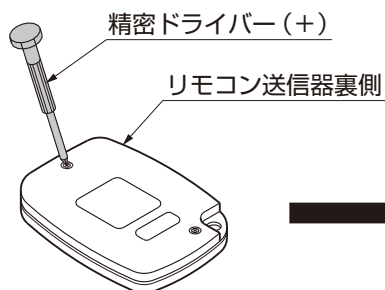

図17-1
- ① リモコン送信器の裏側のネジ（2箇所）を精密ドライバー等ではずしてください。（図17-1参照）
- ④ はずしたケースを取付けてください。（図17-1参照）